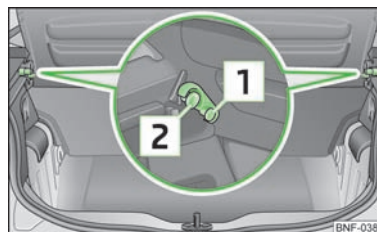

Fig. 41
- » Per ribaltare, sollevare la cappelliera e premere nei supporti laterali  » fig. 41.
- » Per smontare la cappelliera estrarre agendo sotto i supporti laterali  » fig. 41.
Prestare attenzione che la cappelliera sia correttamente inserita nei supporti laterali [2] » fig. 41- pericolo di danneggiamento della cappelliera o del bagagliaio.